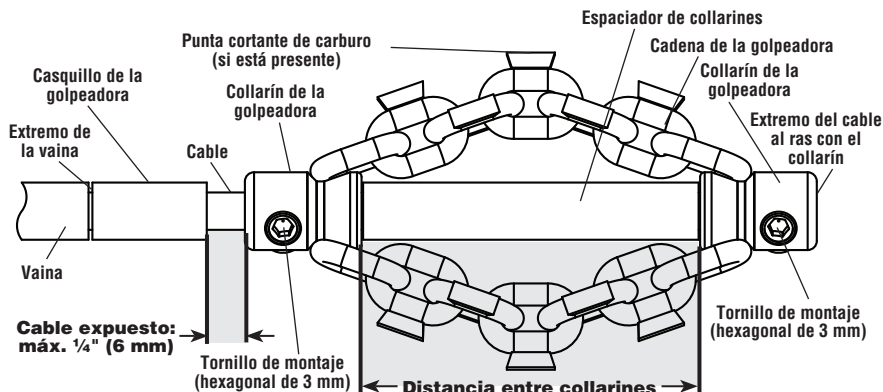

Figura 10 – Instalación y ajuste de la golpeadora de cadenas
2. La Figura 10 muestra un dibujo que indica cómo hacer correctamente la instalación y ajuste de las golpeadoras de cadenas. Hay dos mediciones claves para la instalación y ajuste de las golpeadoras de cadenas.
- Haga un ajuste de prueba de la golpeadora de cadenas, casquillo de la golpeadora y espaciador de collarines, como se muestra en la *Figura 10*. Las cadenas deben estar derechas. No debe ensamblar las partes si las cadenas están retorcidas. Para prevenir un desgaste excesivo del extremo del cable, la punta del cable debe estar al ras con el extremo del collarín.
- Una vez que la golpeadora de cadenas esté correctamente instalada sobre el cable como se muestra en la *Figura 10*, apriete bien los tornillos de montaje hexagonales, con una llave hexagonal que se suministra. Coloque la punta del tornillo de montaje contra el cable y luego apriete el tornillo, dándole una vuelta adicional de $\frac{1}{8}$ a $\frac{1}{4}$ de vuelta (entre 45 grados y 90 grados). Si los tornillos de montaje no están bien apretados, se podría resbalar la golpeadora de cadenas y dañar el cable o perderse por el desagüe.